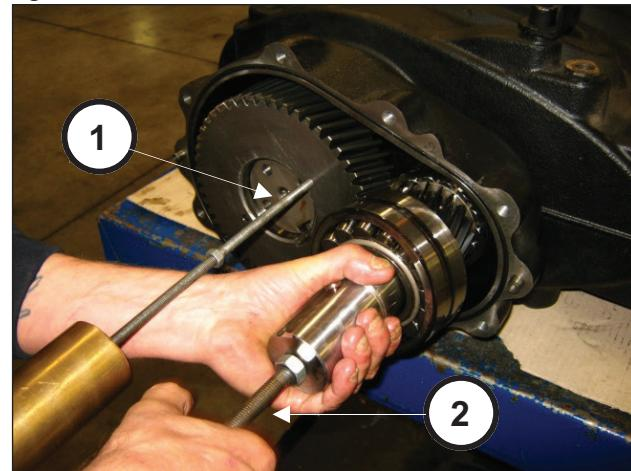

Fig. 12
Pour déposer l'ensemble pignon + couronne, il faut appliquer des masses à inertie aux 2 trous taraudés M8 de la couronne (rep. ①, Fig. 12) et au trou taraudé M12 du pignon (rep. ②, Fig. 12).